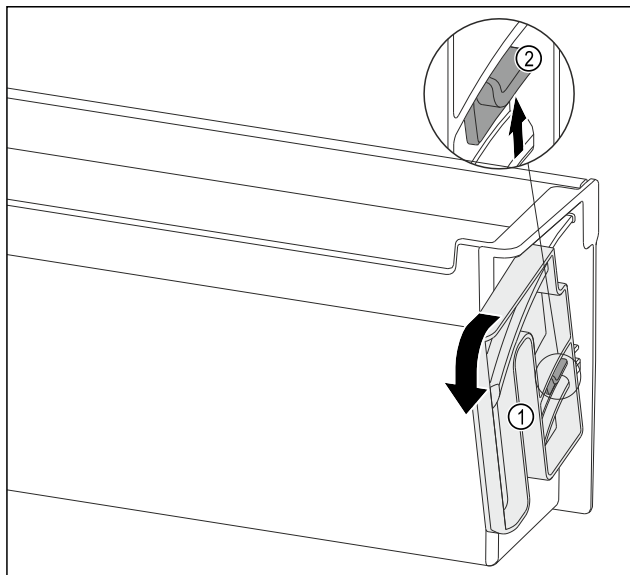

Fig. 124
- ▶ 沿指定方向将旋转单元 Fig. 124 (1)转动到底。
- ▶ 向上按压凸舌 Fig. 124 (2)并取出旋转单元 Fig. 124 (1)。